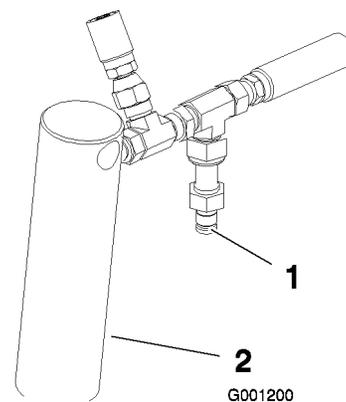

図 12
3. 右昇降シリンダの裏側にあるテスト・ポートに圧力計を取り付ける (図 12)。